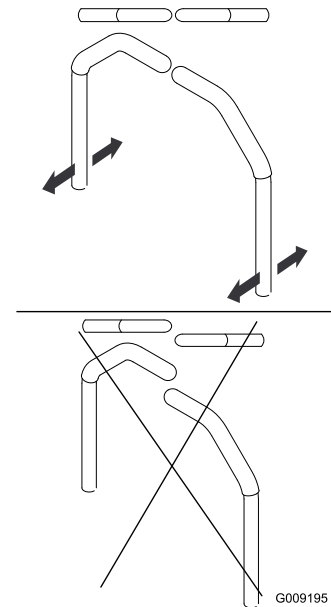

Figura 83
4. Ajuste la posición delante/detrás de las palancas acercándolas a la posición de punto muerto y deslizándolas hasta que queden alineadas, y luego apriete los pernos (Figura 83).